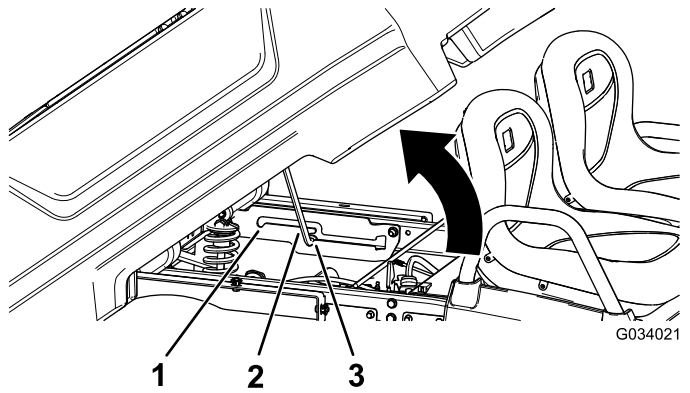

図 16
2. 支え棒をダンプ位置の固定スロットにはめ込んで荷台を固定する図 16。
2. 支え棒を整備位置の固定スロットにはめ込んで荷台を固定する図 16。
2. 荷台の底部のスロットにはめ込んであった支え棒を外す図 16。